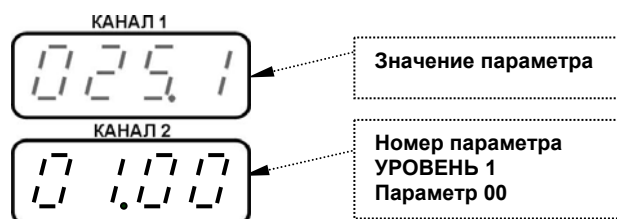

Рис. 6.3. Индикация значения параметров конфигурации и их номеров.
- Параметры разделены по группам, каждая из которых называется "уровень". Каждое заданное значение (элемент настройки) в этих уровнях называется "параметром". Параметры, используемые в регуляторе МИК-2-05, сгруппированы в следующие 12 уровней и представлены на диаграмме – см. рис 6.2. Индикация значения параметров конфигурации и их номеров указаны на рис. 6.3.